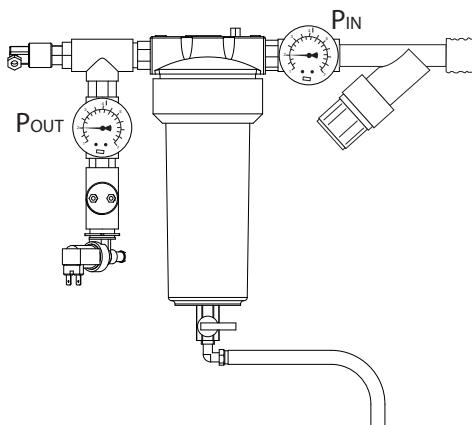

Fig. 1.a
Le contrôle des filtres doit être effectué mensuellement, tandis que le remplacement du filtre de 9" (Fig. 1.c) doit être effectué uniquement si la différence de pression entre les deux manomètres sur la Fig. 1. a est > de 0,5 bar.
- décharger le filtre: ouvrir le robinet inférieur du filtre, appuyer sur le bouchon de blocage supérieur pour décharger complètement le filtre (Fig. 1.b);